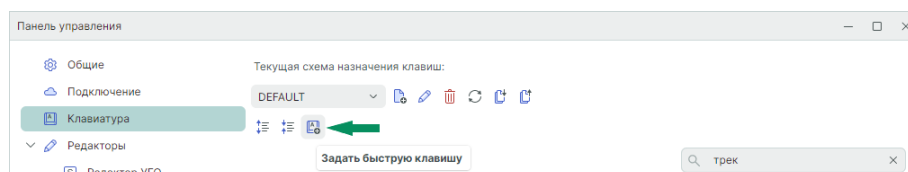

Рис. 88 Переход к назначению быстрой клавиши
2. Выберите действие, для которого необходимо назначить клавишу, и нажмите на символ  «Задать быструю клавишу», см. Рис. 88.